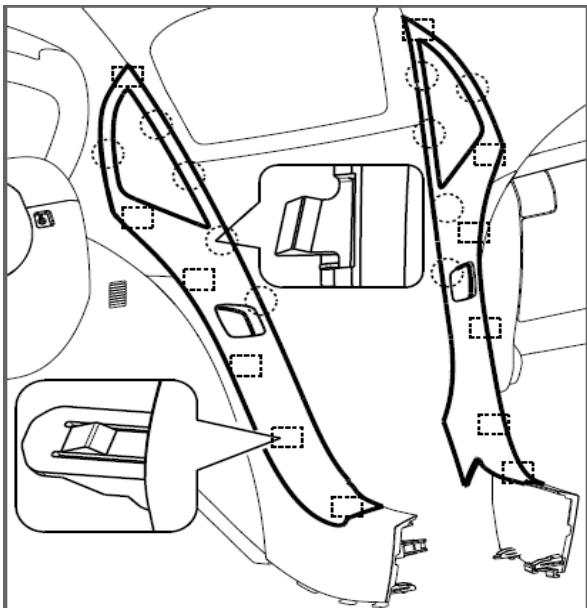

图 1.5.15 中左、中右风口总成 (1)
- (1) 先拔开风口总成尾端的卡脚，尾端的卡脚需要从中控护板内侧绕过中控护板旋转到中控护板外侧；
- (2) 沿上图中箭头方向从下往上拔开各卡扣卡脚，如上图 1.5.15 所示。用手抓住风口总成小心拔起，不要把卡扣卡脚弄断；
- (3) 拔掉线束接插件，再将中风口总成完全取出即可。